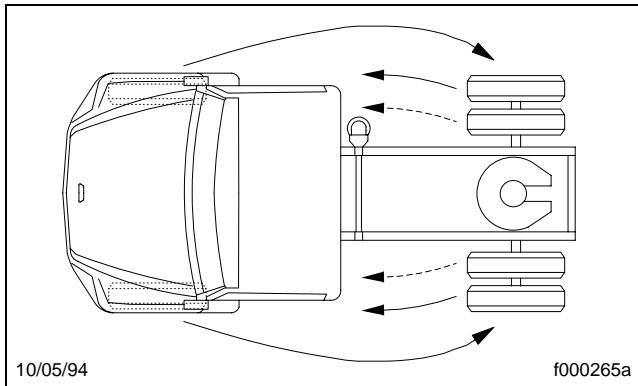
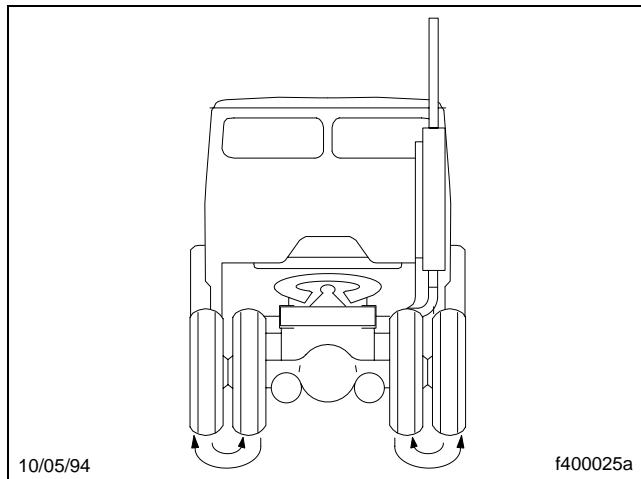

Figura 9.16, Intercambio de los neumáticos del eje delantero al eje trasero
Figura 9.17, Intercambio de neumáticos en un ensamblaje doble
42.6 Si los neumáticos se están desgastando irregularmente, intercámblelos. Si los neumáticos del eje de la dirección se están desgastando irregularmente, muévalos al eje motriz (**Figura 9.16**). Haga que se inspeccione el alineamiento del eje delantero para determinar la causa del desgaste irregular. En un ensamblaje doble, si uno de los neumáticos se está desgastando más deprisa que el otro, intercambie la posición de los dos neumáticos. Vea la **Figura 9.17**.